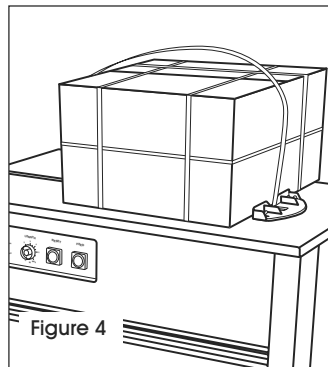

Figure 4
- a. Placez un paquet sur la cerceuse contre le guide. (Voir Figure 4)